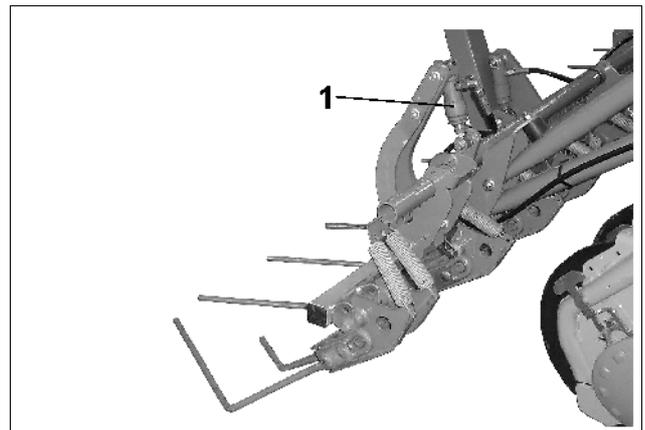
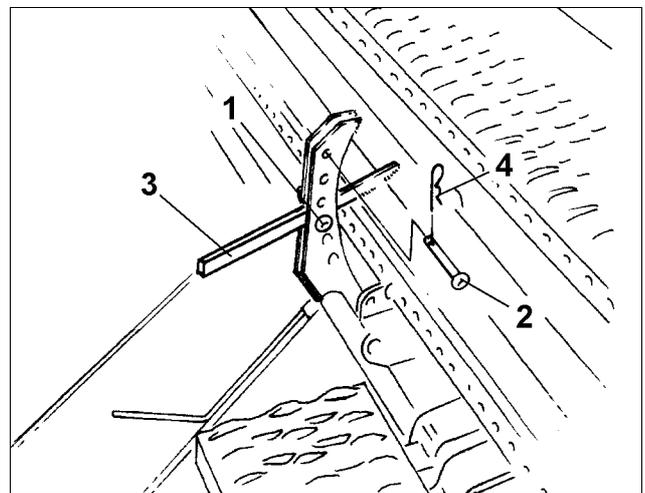

Fig. 88
Fig. 89
Beim Wechsel von normalem Boden auf schweren Boden und umgekehrt wird der Striegeldruck von einem Hydraulikzylinder (Fig. 88/1) verstellt.
Zwei Bolzen (Fig. 89/1 und 2) stecken als Anschlag des Hebels (Fig. 89/3) im Verstellsegment. Der Hebel, der vom Hydraulikzylinder (Fig. 88/1) betätigt wird, liegt am Bolzen I an, wenn der Hydraulikzylinder drucklos ist, und am Bolzen II (Fig. 89/2) an, wenn der Hydraulikzylinder mit Druck beaufschlagt wird.
- Hydraulikzylinder (Fig. 88/1) drucklos machen.
- Bolzen II (Fig. 89/2) in eine Bohrung oberhalb des Hebels (Fig. 89/3) einstecken und mit einem Federstecker (Fig. 89/4) sichern.
- Hydraulikzylinder (Fig. 88/1) mit Druck beaufschlagen.
Bolzen I (Fig. 89/1) in eine Bohrung im Verstellsegment unterhalb des Hebels (Fig. 89/3) einstecken und mit einem Federstecker Fig. 89/4 sichern.